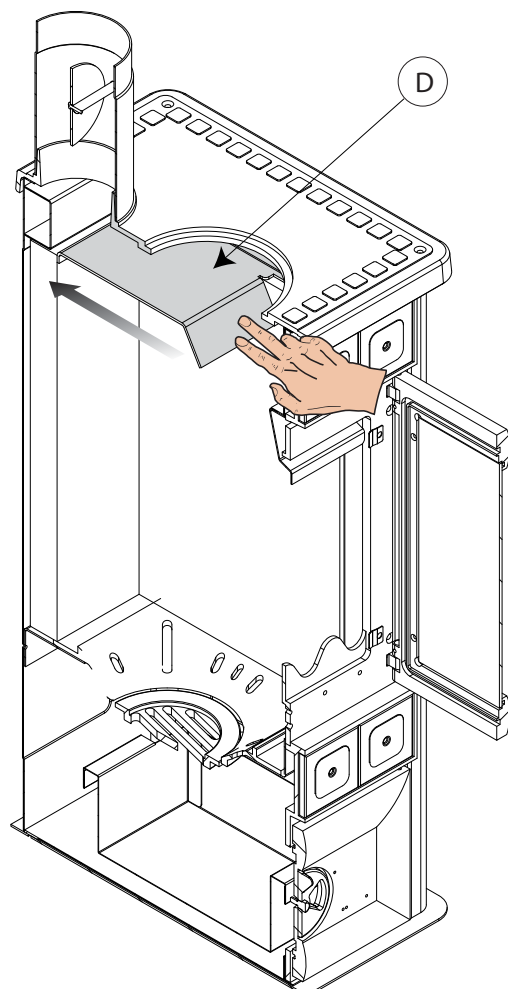

fig. 6.2
Schieben Sie den Blechumlenker (D) bis zum Anschlag (Abb. 6.2)